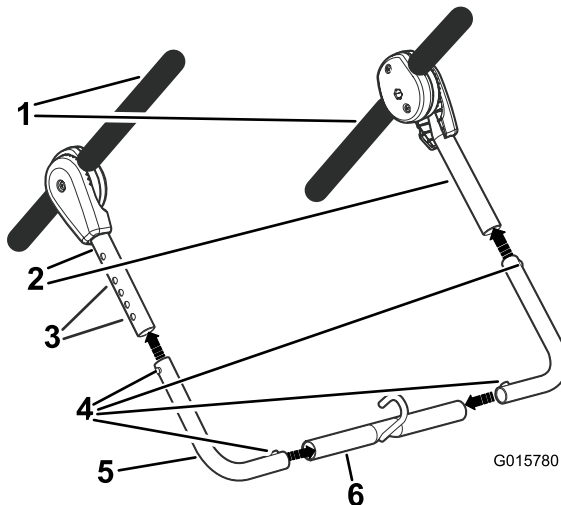

Figura 3
1. Conecte los tubos de esquina al tubo de enganche presionando los pasadores de ajuste hacia dentro y bloqueándolos en los agujeros (Figura 3).
2. Conecte los tubos de esquina a los tubos verticales presionando los pasadores de ajuste hacia dentro y bloqueándolos en los agujeros (Figura 3).